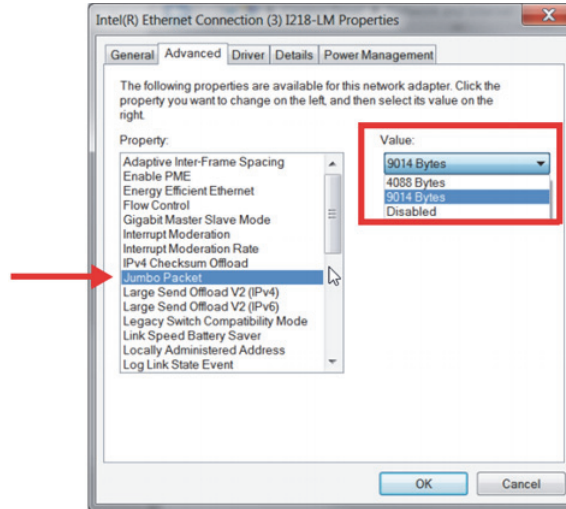

Figura 7-2 Configurazione Jumbo Packet
- Nella scheda **Advanced**, in **Properties** selezionare **Jumbo Packet** (Pacchetto jumbo) o **Jumbo Frames** (Frame jumbo) e, in seguito, in **Value** (Valore) cambiare il valore con **9014 Bytes** (Figura 7-2 a pagina 79).